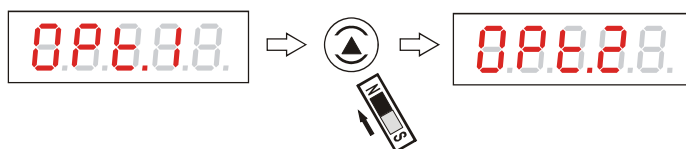

Рисунок 33 - Переход между режимами программной настройки уровнемера
2.8.3 В режиме программной настройки “нажатием” кнопки «↑» можно выбрать раздел “OPt.2”, рисунок 33: